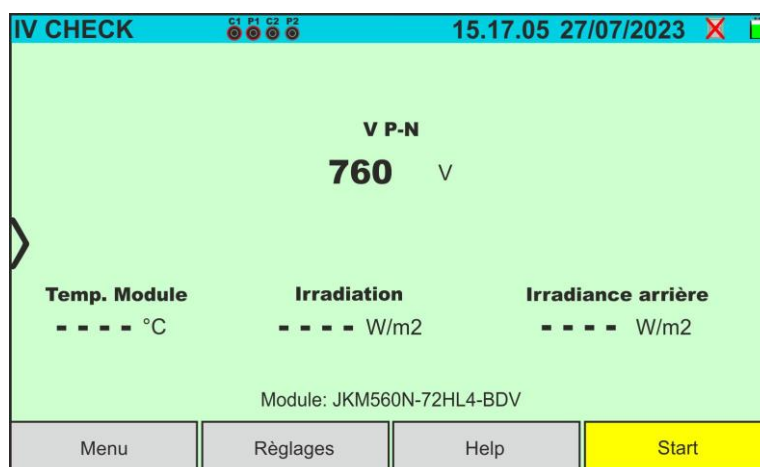

Fig. 48: Écran initial test IVCK sans unité distante sur modules double face
5. Dans le cas de modules **double face**, l'écran de la Fig. 48 est présent à l'écran. Les paramètres suivants sont affichés :